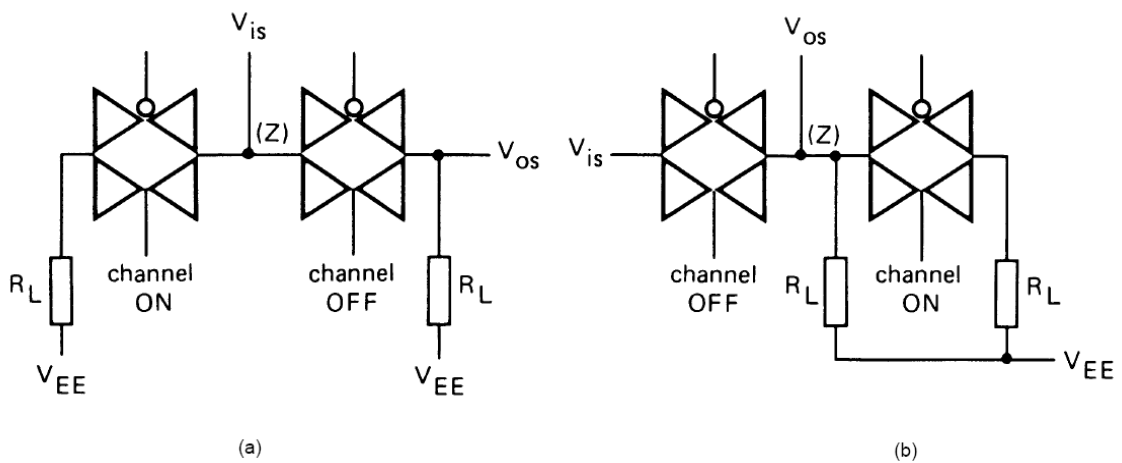

图 5
- $R_L=1K\Omega$; $V_{IS}=V_{DD (P-P)}/2$ (正弦波, 在 $V_{DD}/2$ 处对称); $20lg(V_{OS}/V_{IS})=-50dB$; 如图 5 所示